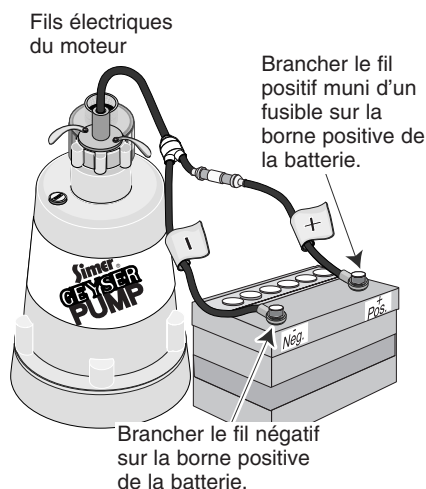

Figure 2 – Branchements électriques.
- Brancher les fils électriques du moteur comme il est indiqué dans le tableau 1 et comme il est illustré à la Figure 2.